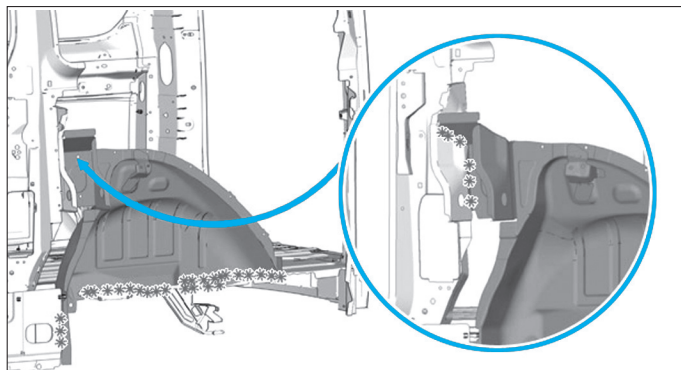

FIG. 101
- Découper les points (Fig.101).